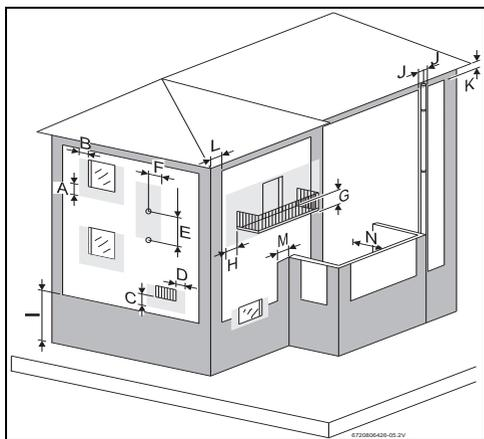

Fig. 11 Distanze minime
- ▶ Rispettare le misure minime di installazione riportate nella Fig. 11.
- ▶ Garantire la buona accessibilità per i lavori di manutenzione, rispettando le distanze minime indicate nella Fig. 11.